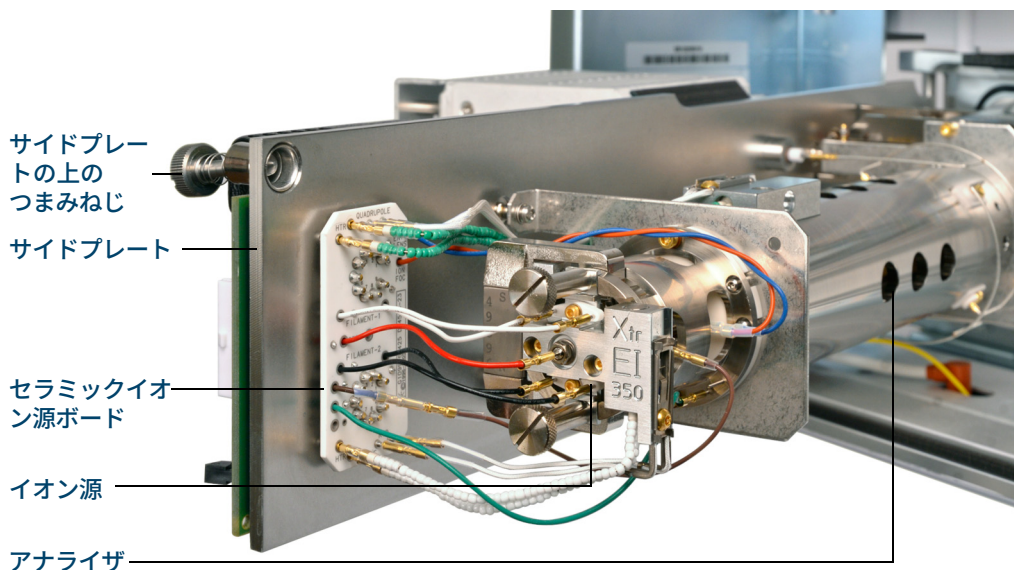

図 48. イナート + MSD のアナライザ
- 3 アナライザのサイドプレートのつまみねじがきつく締まっている場合、緩めます。(155 ページの図 48 を参照してください)。